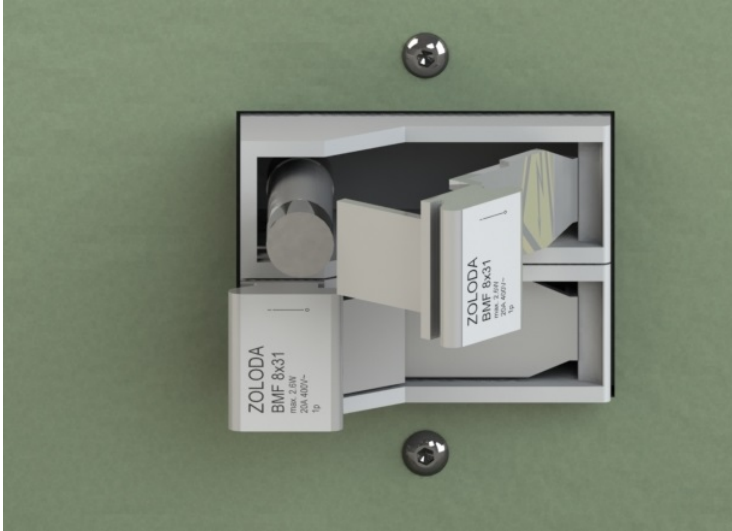

Abbildung 8 Sicherungskasten
- Sicherungen: Es sind zwei träge Sicherungen 25A (115V) bzw. 16 A (230V) - JEC 269-3-1 31,5 mm x 8,5 mm auf der Rückseite des Mischer Fußes vorgesehen (Abbildung 8). Diese sollten durch Sicherungen gleicher Größe und ähnlicher Ampererzahl ersetzt werden.